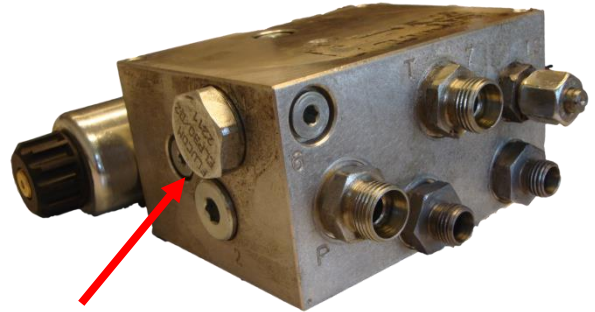

Abbildung 7 Wahlstopfen
Das hydraulische Manifold kann sowohl Load-Sense (LS) als auch Open Center (OC) benutzt werden. Abhängig vom Hydrauliktyp muss sich ein unterschiedlicher Wahlstopfen im Manifold befinden (Tabelle 2, Abbildung 8). Kontrollieren Sie den Typ des Wahlstopfens (Abbildung 7), bevor das Manifold am Pflug montiert wird.